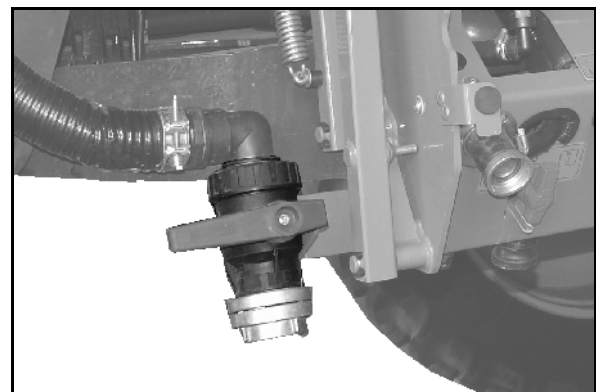

Bild 66
- Påfyllningsanslutning med kran (Bild 66).